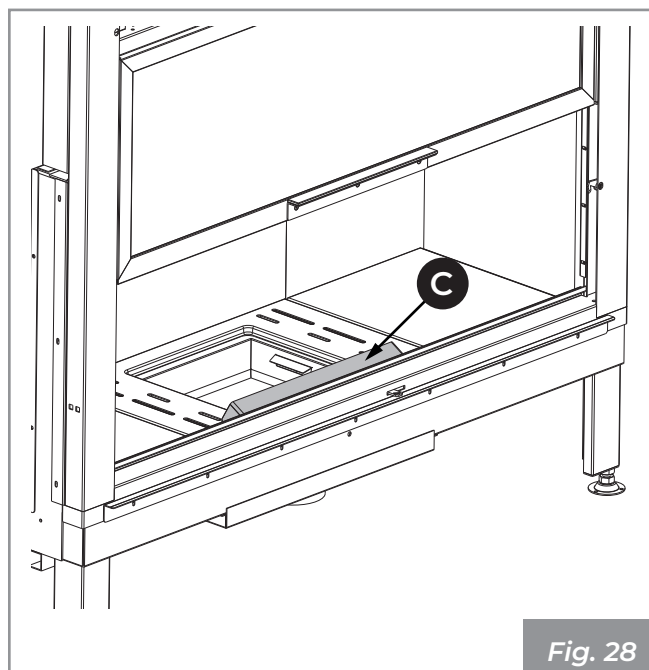

Fig. 28
- 3) Aspirar los orificios delanteros (C) del distribuidor de aire comburente para evitar acumulaciones de cenizas (Fig. 28).